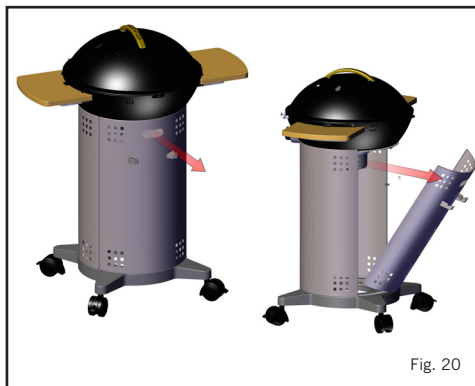
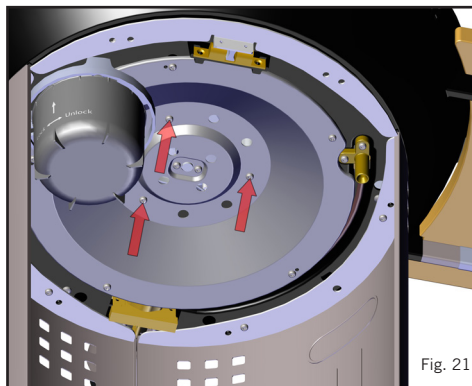
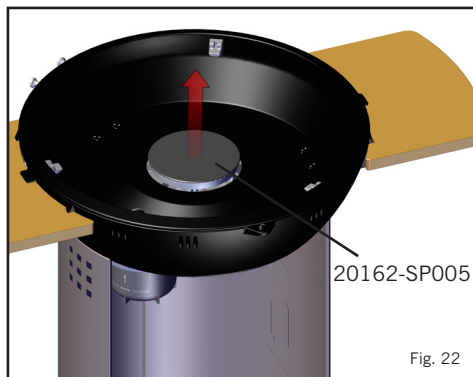
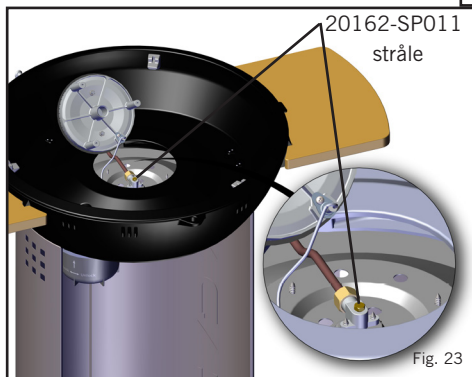

Fig. 20
Fig. 21
Fig. 22
Fig. 23
- Udskiftning af dysen: Træk bagpanelet ud ved hjælp af håndtaget (fig. 20). Fjern låget, grillristen, grydeholderen og andre løse dele fra grillen. Afmonter de 3 skruer på grillens underside (fig. 21), så brænderen frigøres. Løft forsigtigt brænderen ud (fig. 22). Vær opmærksom på, at brænderen er forbundet med ledningen til piezotændingen. Træk IKKE brænderen hårdt ud, da du så risikerer at ledningen til piezotændingen rives over. Læg forsigtigt brænderen, så dysen kommer til syne (fig. 23). Du kan nu afmontere dysen med en egnet skruenøgle. Brug ikke en tang, da den kan beskadige dysen, så den bliver ustabil eller umulig at afmontere. Skru den nye dyse ind i ventilen. Overspænd ikke dysen, da den så kan blive beskadiget.